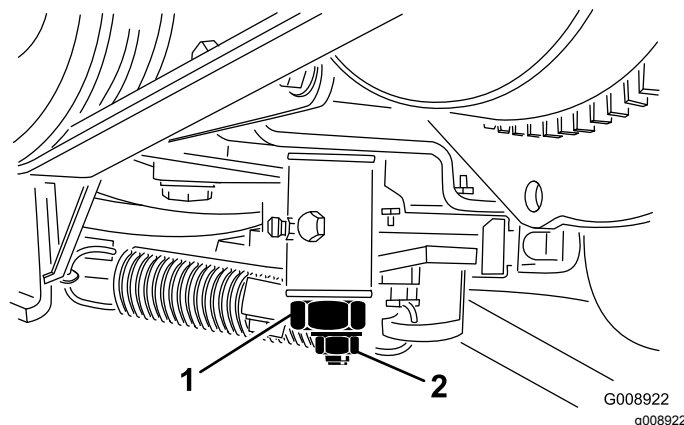

Рисунок 54
4. Ослабьте контргайку на кулачке регулировки тяги (Рисунок 54).